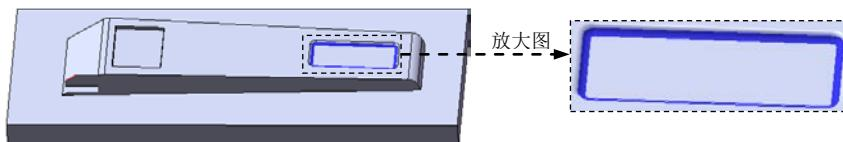

图 12.2.21 圆角 4
Step12. 创建图 12.2.21 所示的圆角 4。
(1) 选择命令。选择下拉菜单 **插入(I)** → **特征(E)** → **圆角(U)...** 命令 (或单击  按钮), 系统弹出“圆角”对话框。